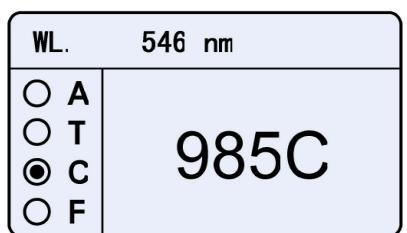

Fig. 4-8
- 6) Situe la muestra de concentración desconocida en el portacubetas, y aparecerá en pantalla su concentración. (Fig.4-8).